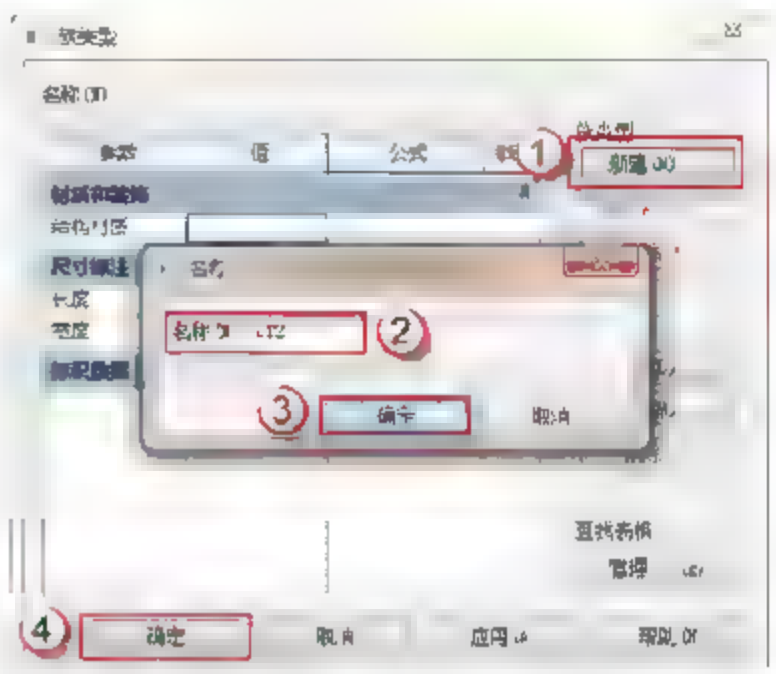

图 2.1.25 编辑族名称
(10) 编辑族名称。单击“族类型”按钮，在弹出的“族类型”对话框中，单击“新建”按钮，在弹出的“名称”对话框中输入 CT2，单击“确定”按钮，如图 2.1.25 所示。